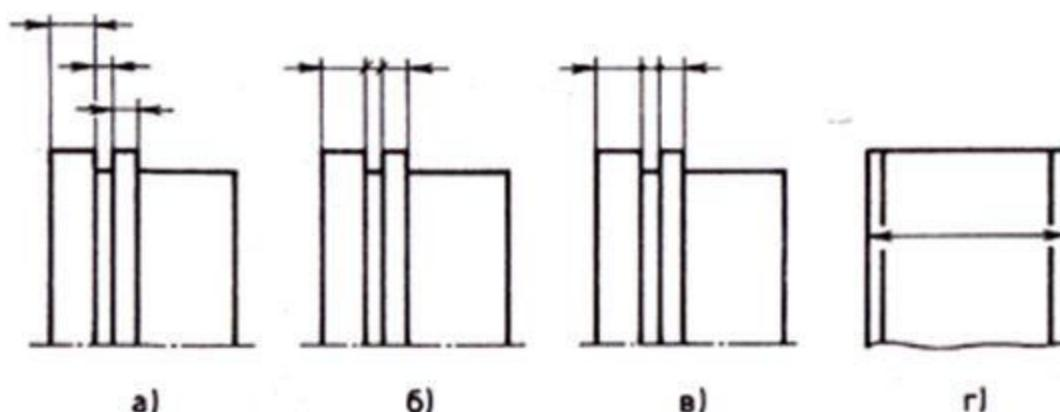

Рис. 41. Возможные варианты нанесения линейных размеров
- Величина стрелок должна быть одинаковой на всем чертеже. Стрелки при недостатке места могут заменяться засечками или точками (рис. 41, б, в). Допускается проставлять размеры так, как показано на рис. 41, г.